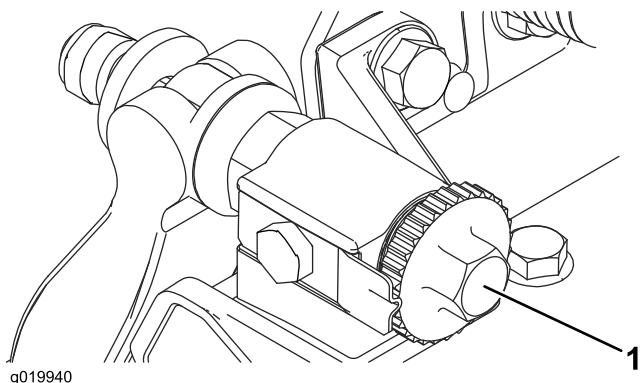

图8
1. 将滚刀组放在平整、水平的工作表面上。逆时针旋转底刀架调节螺丝，确保底刀架不与滚刀接触（图8）。